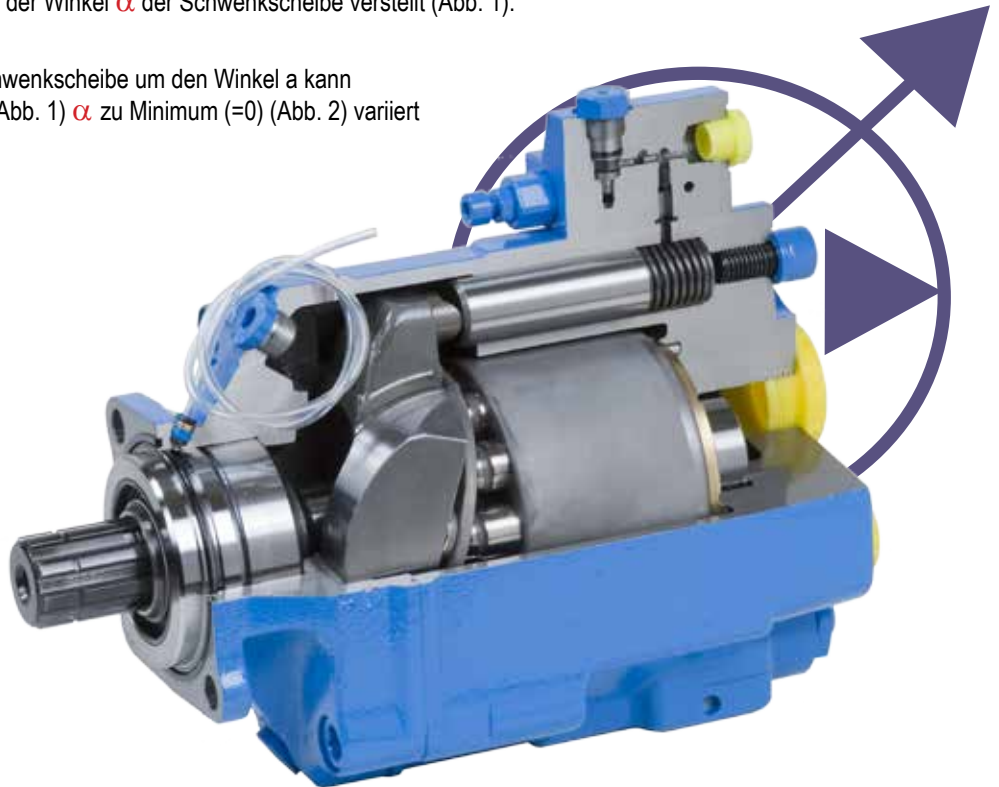

Abb. 1 - Maximaler Förderstrom
Um das Fördervolumen zu ändern, wird der Winkel α der Schwenkscheibe verstellt (Abb. 1).
- ▶ Durch Änderung der Anstellung der Schwenkscheibe um den Winkel α kann das Fördervolumen α von Maximum. (Abb. 1) α zu Minimum (=0) (Abb. 2) variiert werden.